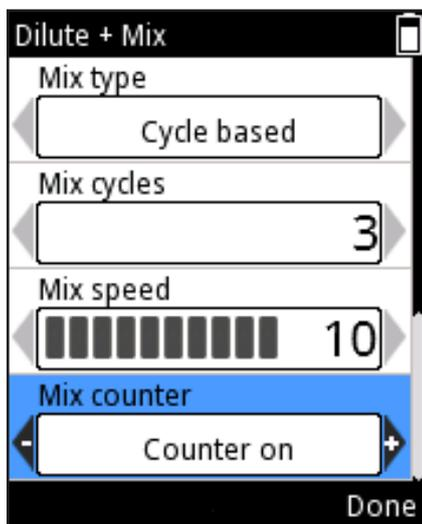

图 D33.
9. 滚动至 Counter (计数器), 然后利用 ,  选择 Counter off / on (计数器关闭或开启) (图 D33)。